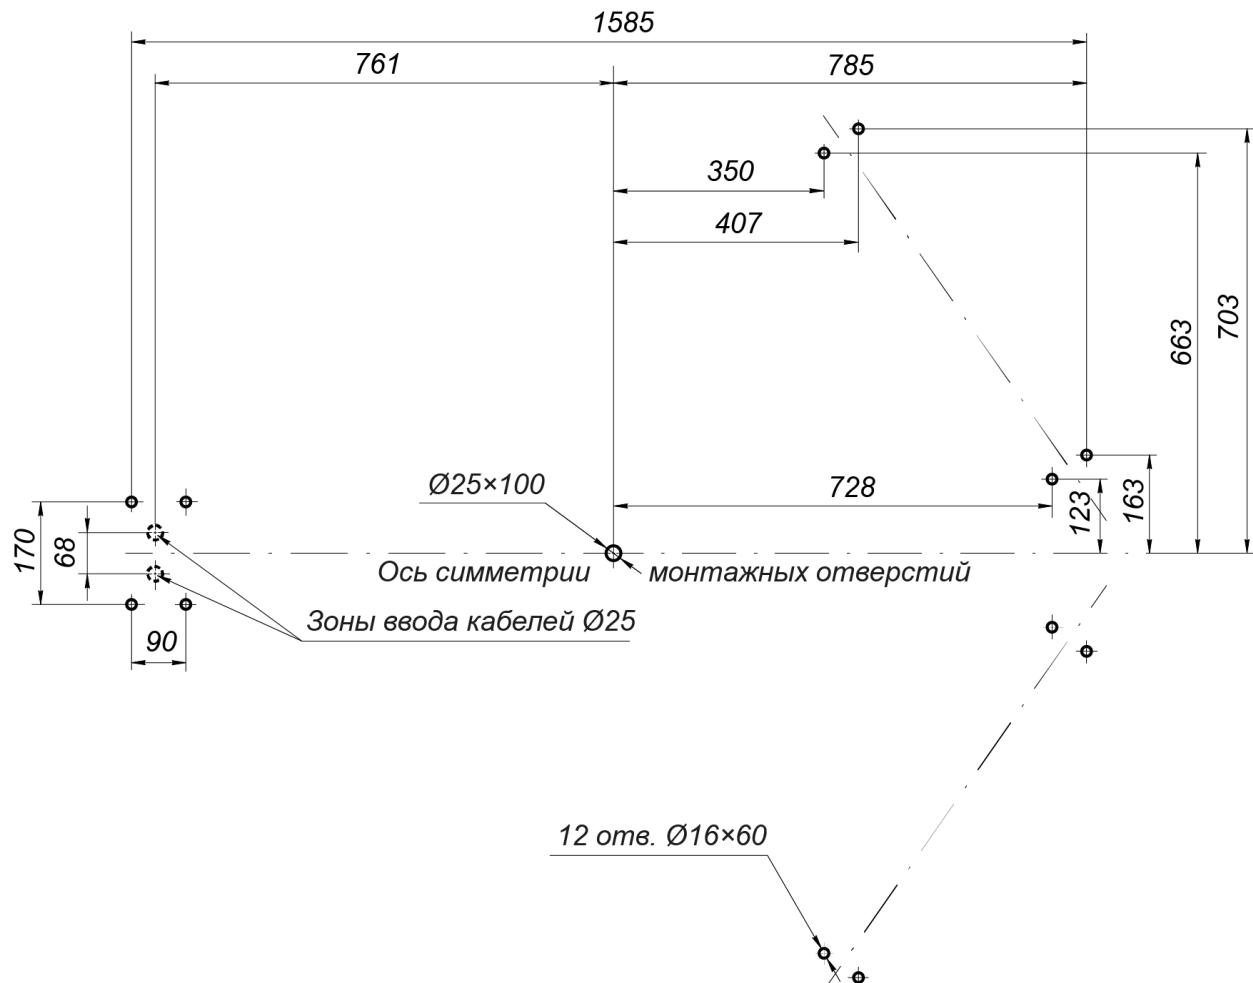
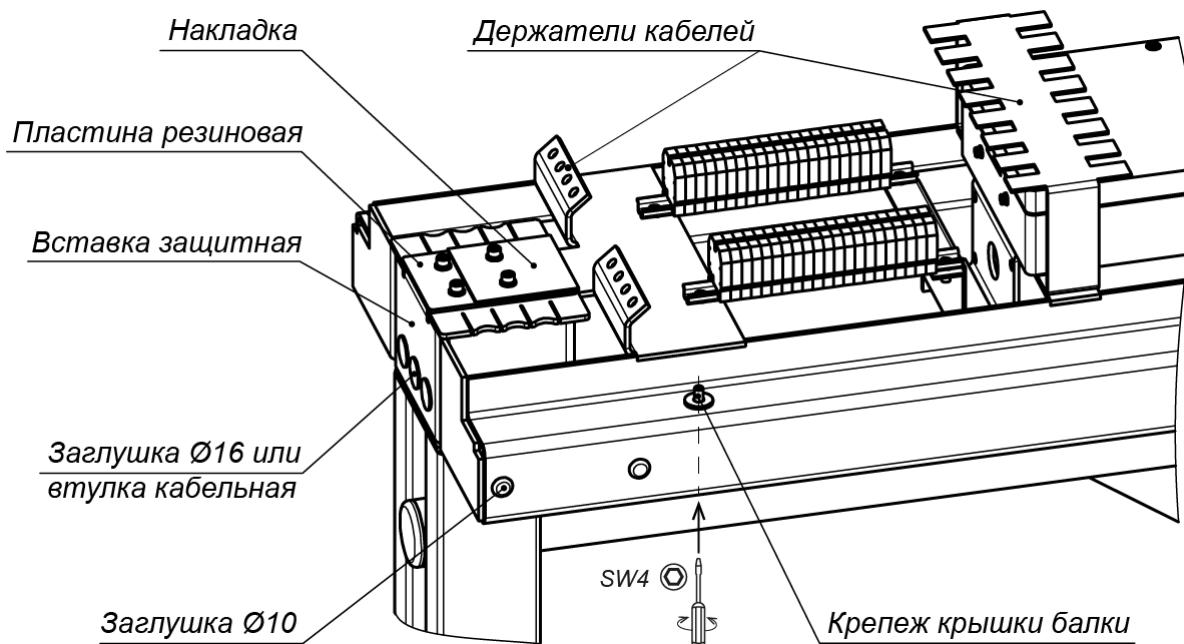
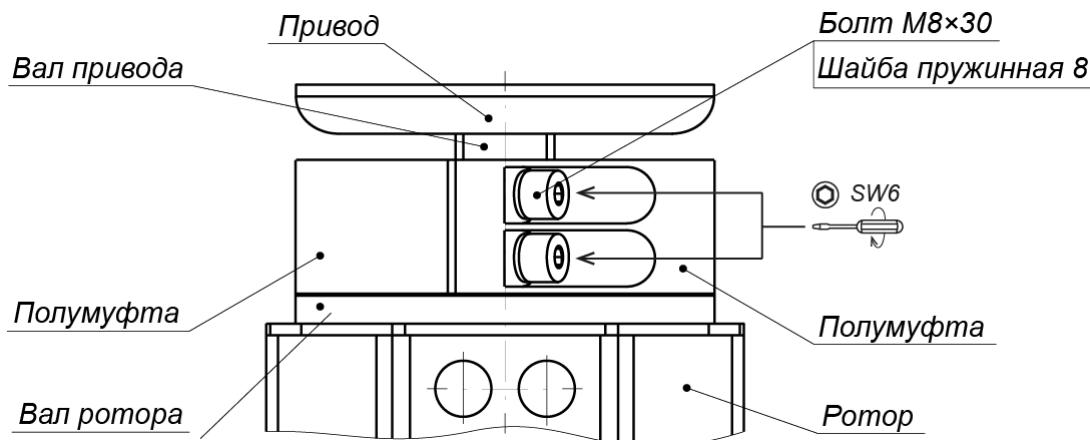

Рисунок 11. Схема разметки для монтажа турникета
Рисунок 17. Элементы балки привода
Рисунок 18. Муфтовое соединение (4) вала привода исполнительного механизма с валом ротора (1)
Также на внутренней поверхности крышки имеется наклейка со схемой подключений турникета и дополнительного оборудования, аналогичная приведенной на рис. 11.
- Закрепите балку привода на стойке с препреждающими планками (5) двумя болтами M10x25, ключ SW8 (см. рис. 17) (для более удобного доступа к отверстиям можно предварительно снять накладку, резиновую пластину и вставку защитную, открутив четыре винта M4x16, ключ SW3, см. рис. 18).
22. Произведите подключение к контактам DIN-рейки в соответствии со схемой подключения турникета и дополнительного оборудования (см. рис. 11):
- кабелей индикации (12);
- кабеля питания турникета (13);
- кабеля ПДУ (15) или устройства РУ;
- кабеля устройства *Fire Alarm* (14) (в случае отсутствия устройства *Fire Alarm* убедитесь в наличии перемычки «*Fire Alarm*»);
23. Проверьте правильность и надежность электрических соединений в соответствии со схемой подключения турникета и дополнительного оборудования (см. рис. 11).
26. Установите крышку (9) на балку привода (8):
- Вкрутите четыре невыпадающих винта M5 (ключ SW4), фиксирующие крышку балки (см. рис. 18).